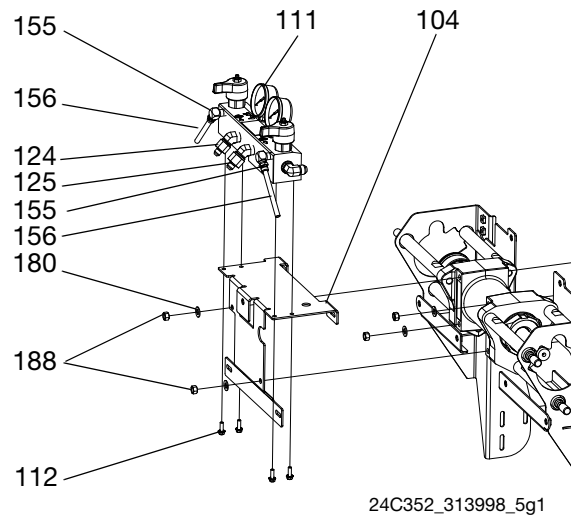

図 6
5. 以下を参照してください: 図 6。油圧式電源パックにポンプラインを固定している 4 本のネジ (107) を外します。これで、油圧式ドライバからのマニホールドプレート(104) も緩みます。
2. 以下を参照してください: 図6。マニホールドプレート(104)の位置を油圧式ドライバに合わせます。油圧式ドライバの位置を油圧式電源パックに合わせます。油圧式電源パックに油圧式ドライバを固定する4本のネジ(107)を取り付けます。これで、マニホールドプレート(104)が油圧式ドライバにも取り付けられます。300 in-lb (33.9 N•m) のトルクで締めます。